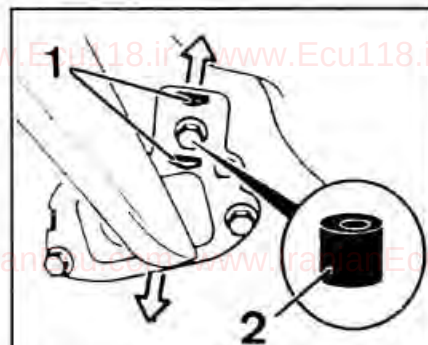

Рис. 11-6. Регулировка схождения задних колес:
- Отвернуть три болта крепления передней опоры продольного рычага подвески (рис. 11-6).